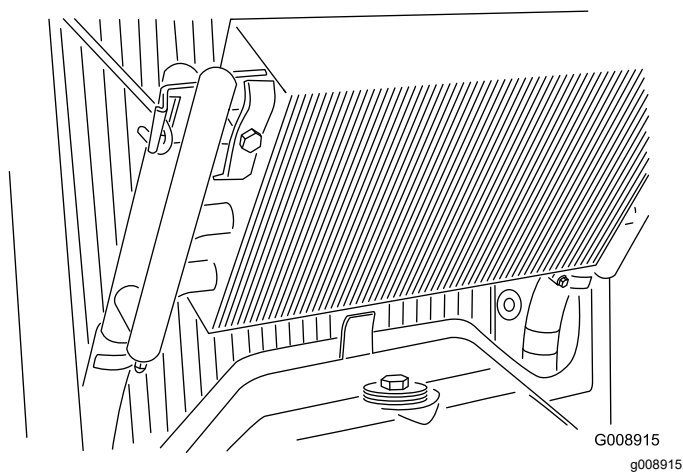

Figura 59
4. Desenganche el enfriador y gírelo hacia atrás (Figura 59).